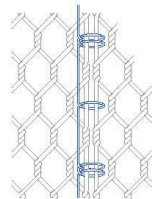

Figure 5: Joint avec fil de ligature
3. Connecter les panneaux au niveau de chaque arête en utilisant du fil de ligature ou des anneaux en C. Voir figures 5 et 6 ci dessous.
**Fil de ligature:** Un fil continu est tordillé manuellement autour des brins périphériques du treillis. On le faufile dans chaque maille de treillis, en alternant simple tour et double tour. Voir Figure 5